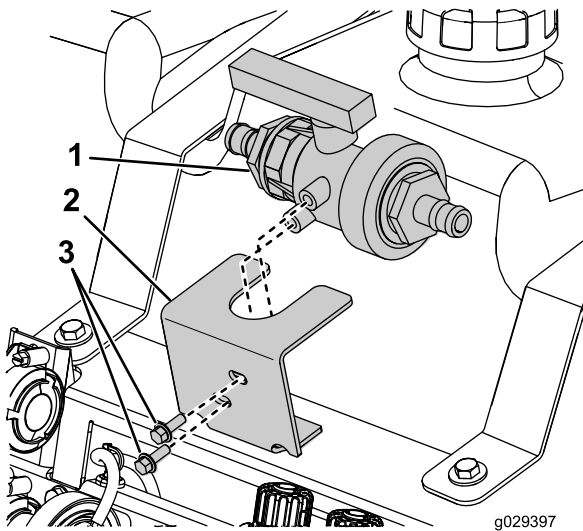

Bild 32
3. Befestigen Sie die Ventilbefestigungshalterung mit zwei Sechskantschrauben (5/16" x 1") und zwei Bundmuttern (5/16") an der Ventilbefestigungsschiene, wie in Bild 32 abgebildet.
4. Befestigen Sie das Kugelventil mit zwei Sechskantschrauben (5/16" x 3/4") an der Ventilbefestigungshalterung, wie in Bild 32 abgebildet.